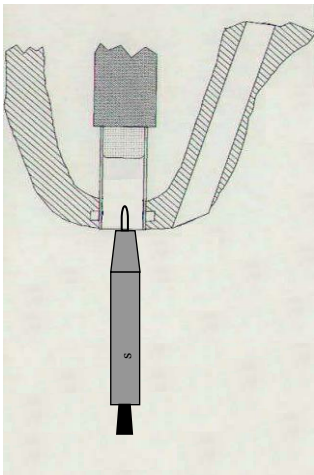

图3：掏出残留耳垢
4. 用带毛刷小棒另一端 (环形铁丝) 伸入受话器出口的导音橡胶管内, 掏出残留耳垢, 见图3。